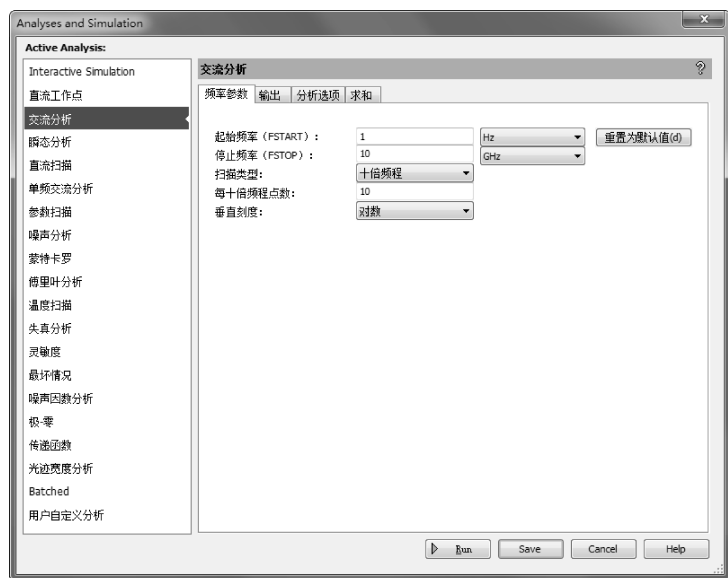

图 9-39 瞬态分析仿真参数设置
- 选中“瞬态分析”项，即可在右侧显示交流信号分析仿真参数设置，如图 9-39 所示。